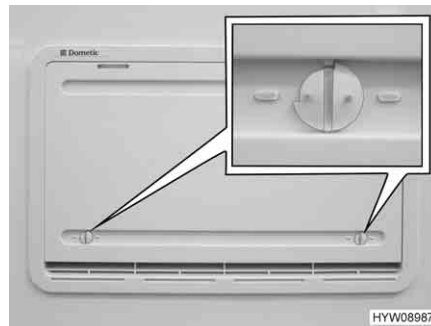

Bild 131 Winterabdeckung
Wenn der Kühlschrank bei niedrigen Außentemperaturen betrieben werden soll, empfiehlt der Hersteller die Verwendung einer Winterabdeckung (Bild 131) für die Kühlschrank-Lüftungsgitter.
- Beide Verriegelungen (Bild 131) öffnen (Nut steht waagrecht).